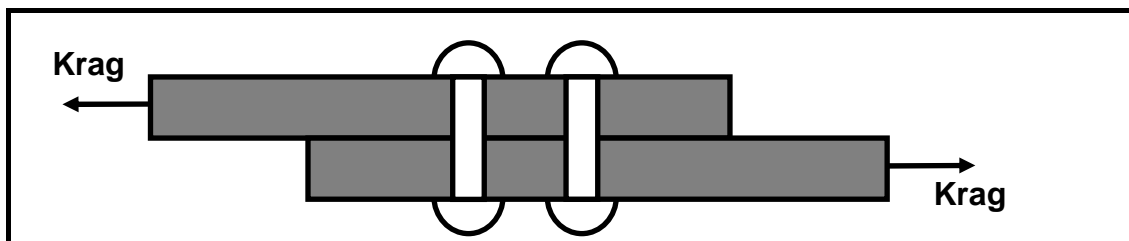

FIGUUR 1.4
1.14 Wat is die funksie van die laer wat in FIGUUR 1.4 getoon word wanneer dit op die koppelaarsamestel van 'n motorvoertuig gebruik word?